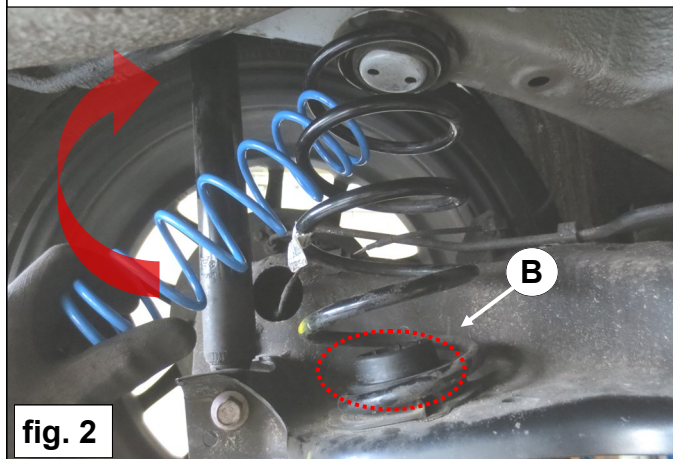

fig. 2
2. Plaats de veerschotel **B** onder in de hoofdveerschotel. Zie fig. 2.
3. Breng de hulpveer **C** met een kantel beweging in de hoofdveer en draai de hulpveer helemaal in de hoofdveer. Zie fig. 2 & 3.
2. Place spring seat **B** in the lower main spring seat. See fig. 2.
3. Tilt auxiliary spring **C** in to the main spring and turn it until it is completely in the main spring. See fig. 2 & 3.
2. Montieren Sie den Federteller **B** unter in die Hauptfederteller. Siehe Abb. 2.
3. Kippen Sie Hilfsfeder **C** in die Hauptfeder und drehen Sie diese vollständig in die Hauptfeder. Siehe Abb. 2 & 3.
2. Placez les coupelle **B** dans la coupelle de ressort principal, côté inférieur. *Voir fig. 2.*
3. Placez le ressort auxiliaire **C** dans le ressort principal a moyen d'un mouvement basculant et vissez-le entièrement dans le ressort principal. *Voir fig. 2 & 3.*
2. Placera fjäderplattan **B** in under huvudfjädern. *Se fig. 2.*
3. Bringa hjälpfjäder **C** med en tipprörelse i huvudfjädern och vrid hjälpfjäder **C** helt i huvudfjädern. *Se fig. 2 & 3.*
2. Introduzca los discos de muelle **B** en la parte inferior del disco de muelle principal. Véase *fig. 2*.
3. Llevar el muelle auxiliar **C** con un movimiento de inclinación en el muelle principal y gire el muelle auxiliar **C** completamente en el muelle principal. Véase *fig. 2 & 3*.